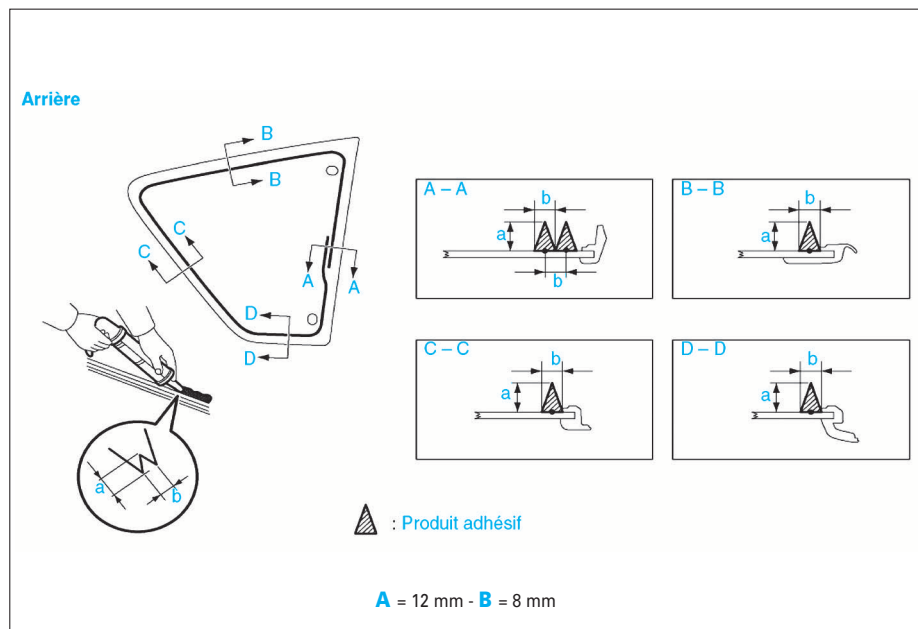

FIG. 9
- Appliquer la colle sur la vitre de custode (Fig.9).